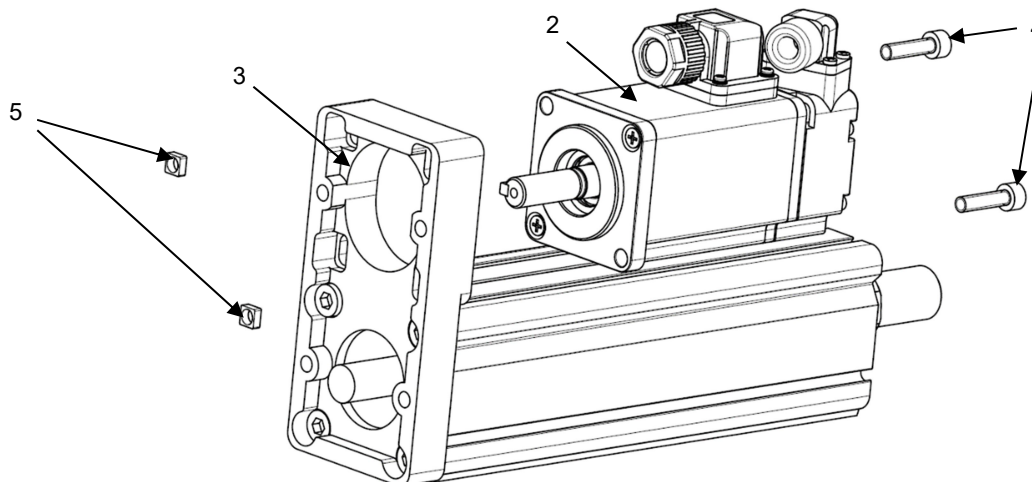

Рисунок 8 – Установка двигателя
- 2) Установите двигатель (поз. 2) на корпус (поз. 3) при помощи винтов (поз. 4) и гаек (поз. 5) (см. рисунок 8).